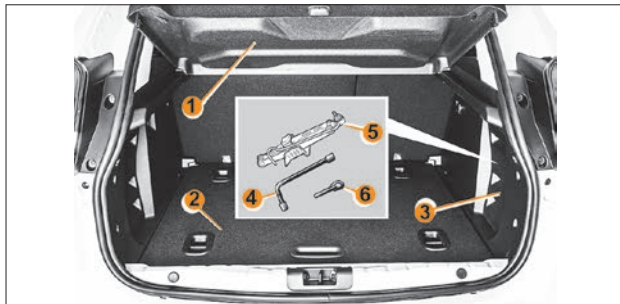

Рис. 9.4.1. Багажное отделение и место размещения инструмента
- приготовьте домкрат **5** (см. рис. 9.4.1) и колесный ключ **4**, открыв крышку **3**.
Конструкция и место расположения передней/задней буксировочной проушины: под крышкой 1 (рис. 9.6, 9.7) находится втулка с резьбой, в которую вкручивается буксирная проушина. Буксировочная проушина 2 находится в багажном отделении (см. рис. 9.4.1.).